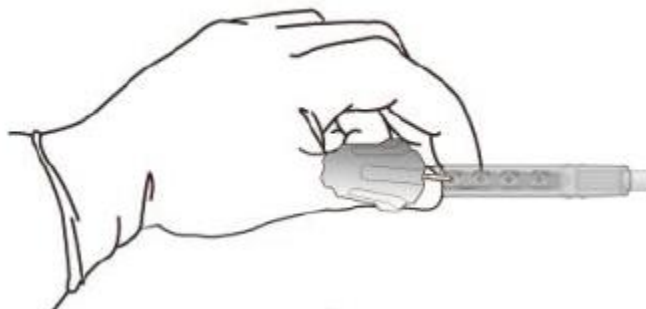

FIGURA 13: Apriete los tornillos de fijación.
8. Utilice la llave dinamométrica para apretar cada tornillo de fijación (girando en el sentido de las agujas del reloj) para completar el circuito eléctrico hasta que la llave dinamométrica haga clic. Sostenga la extensión firmemente en los lados de cada bloque conector de tornillos de fijación mientras aprieta el tornillo de fijación (Figura 13).